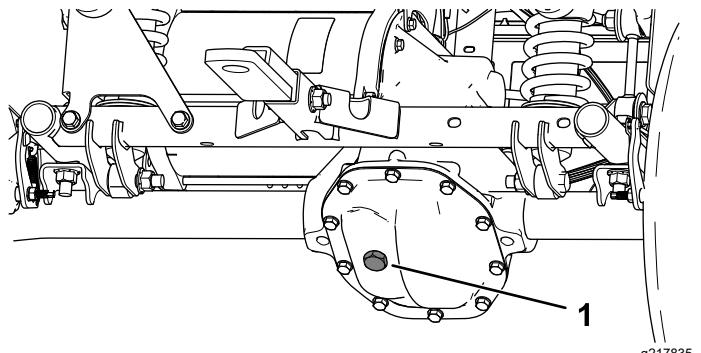

Figure 47
4. Enlevez le bouchon de remplissage de la boîte-pont (Figure 47).
5. Si le niveau de liquide est trop bas, enlevez le bouchon de remplissage et ajoutez le liquide spécifié jusqu'à ce qu'il ressorte par l'orifice (Figure 47).
4. Retirez le bouchon de remplissage de la boîte-pont et remplissez celle-ci avec le liquide spécifié jusqu'à ce qu'il ressorte par l'orifice de remplissage (Figure 47).